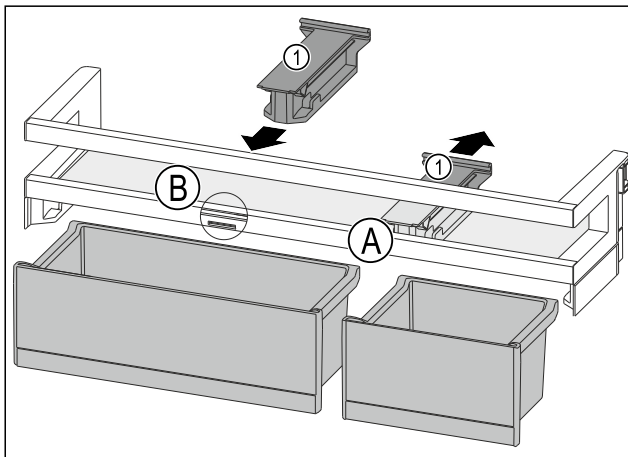

Fig. 83
- ▶ Haltebauteil Fig. 83 (1) in Position Fig. 83 (A) nach hinten abziehen.
- ▶ Haltebauteil Fig. 83 (1) in Position Fig. 83 (B) einsetzen.